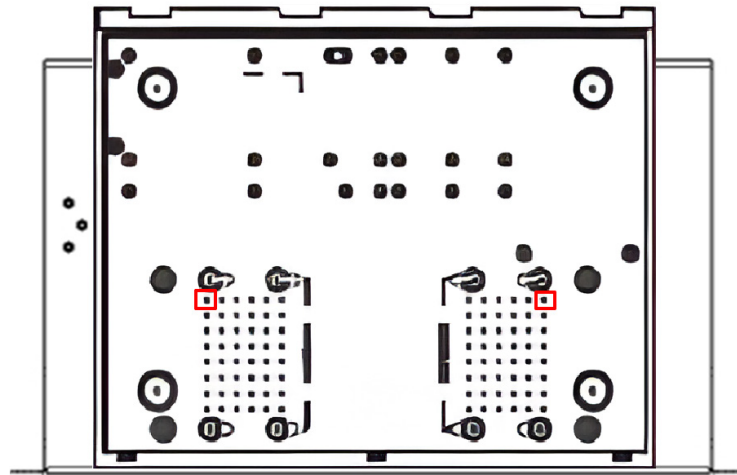

Рисунок 5.4 – Монтаж. Тип А
4. С помощью двух винтов M2,5, из комплекта поставки кронштейна, зафиксируйте видеорегистратор на кронштейне (Рисунок 5.4).